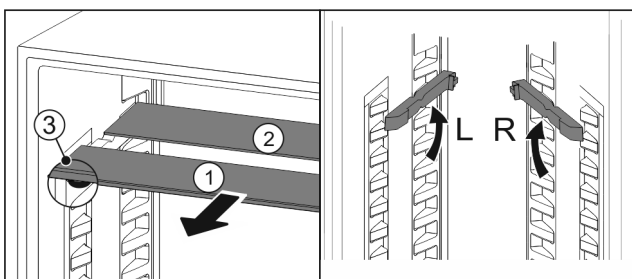

Fig. 20
- Sortir les tablettes par l'avant Fig. 20 (1).
- ▷ La tablette en verre Fig. 20 (1) avec bordure décorative est située à l'avant.
- ▷ Les butées Fig. 20 (3) sont orientées vers le bas.